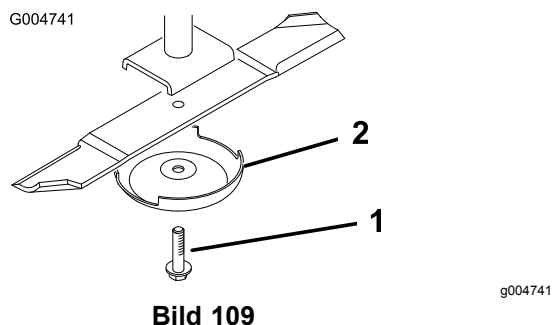

Bild 109
2. Halten Sie das Ende des Messers mit einem stark wattierten Handschuh oder wickeln Sie einen Lappen um es herum. Entfernen Sie die Messerschraube, die Antiskalpierkuppe und das Messer von der Spindelwelle (Bild 109).